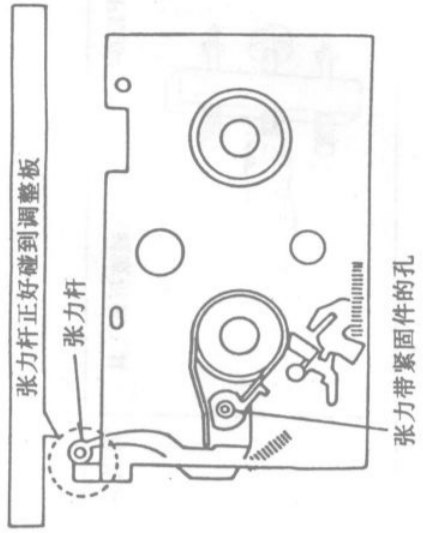

图 44
- ④安装调整模板，将六角形扳手插入张力紧固件的孔中，如图44所示；
- ⑤用插入孔中的六角形扳手调整张力带紧固件，使张力杆正好碰到调整模板的基准位置；
- ⑥调整完成后，转动主导轴电机直到卸载